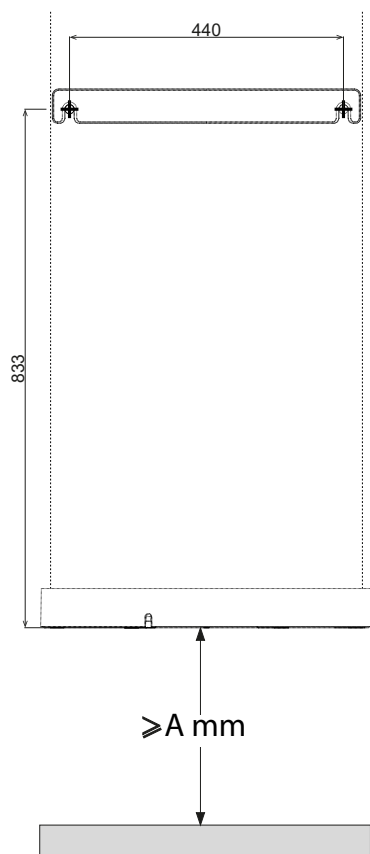

fig. 23 - Indicación para la perforación (véase “fig. 20 - Espacios mínimos”)
- Taladrar siguiendo las indicaciones de fig. 23.